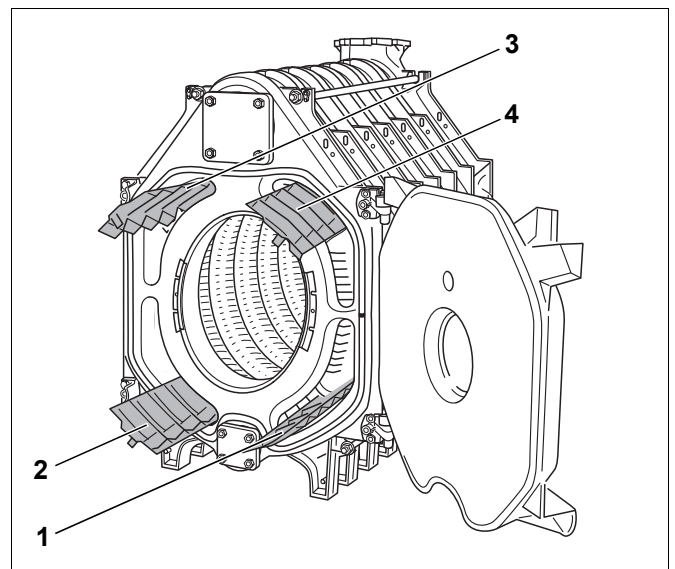

Fig. 34 Turbolatori
- Togliere i turbolatori dalla scatola degli accessori ed inserirli nei tiraggi in modo conforme alla scritta in rilievo (→ fig. 34 e la tabella sottostante).